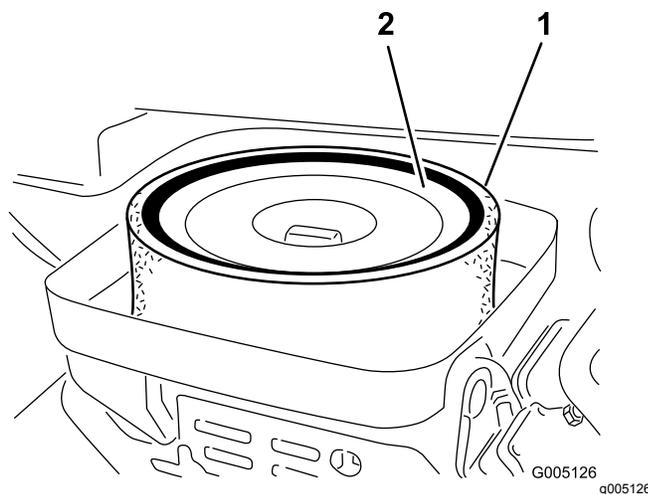

Рисунок 36
3. Снимите барашковую гайку крепления элементов к корпусу воздухоочистителя (Рисунок 36).
4. Если элемент из пеноматериала загрязнен, снимите его с бумажного элемента (Рисунок 36). Тщательно очистите его следующим образом: